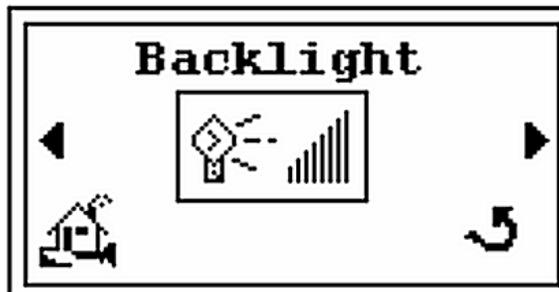

Abbildung 2-19 Hintergrundbeleuchtungs-Bildschirm
2. Drücken von ► und der *Hintergrundbeleuchtungs-* Bildschirm erscheint (Abbildung 2-19).